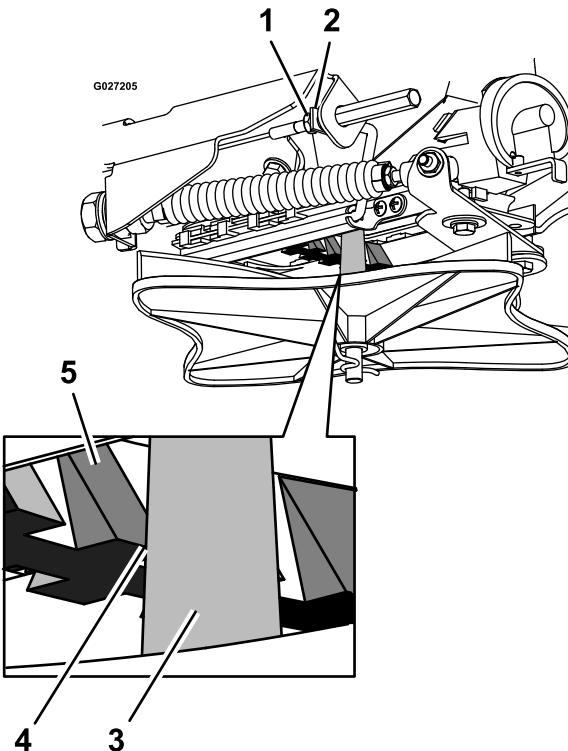

Figura 92
5. Afloje la contratuerca que se encuentra en el extremo del cable de control del patrón (Figura 92).
6. Tire de la varilla de acoplamiento hasta que quede un espacio de 3.2 mm (1/8") entre el diente de la rampa y el eje del impulsor (Figura 92).
7. Apriete la contratuerca (Figura 92).